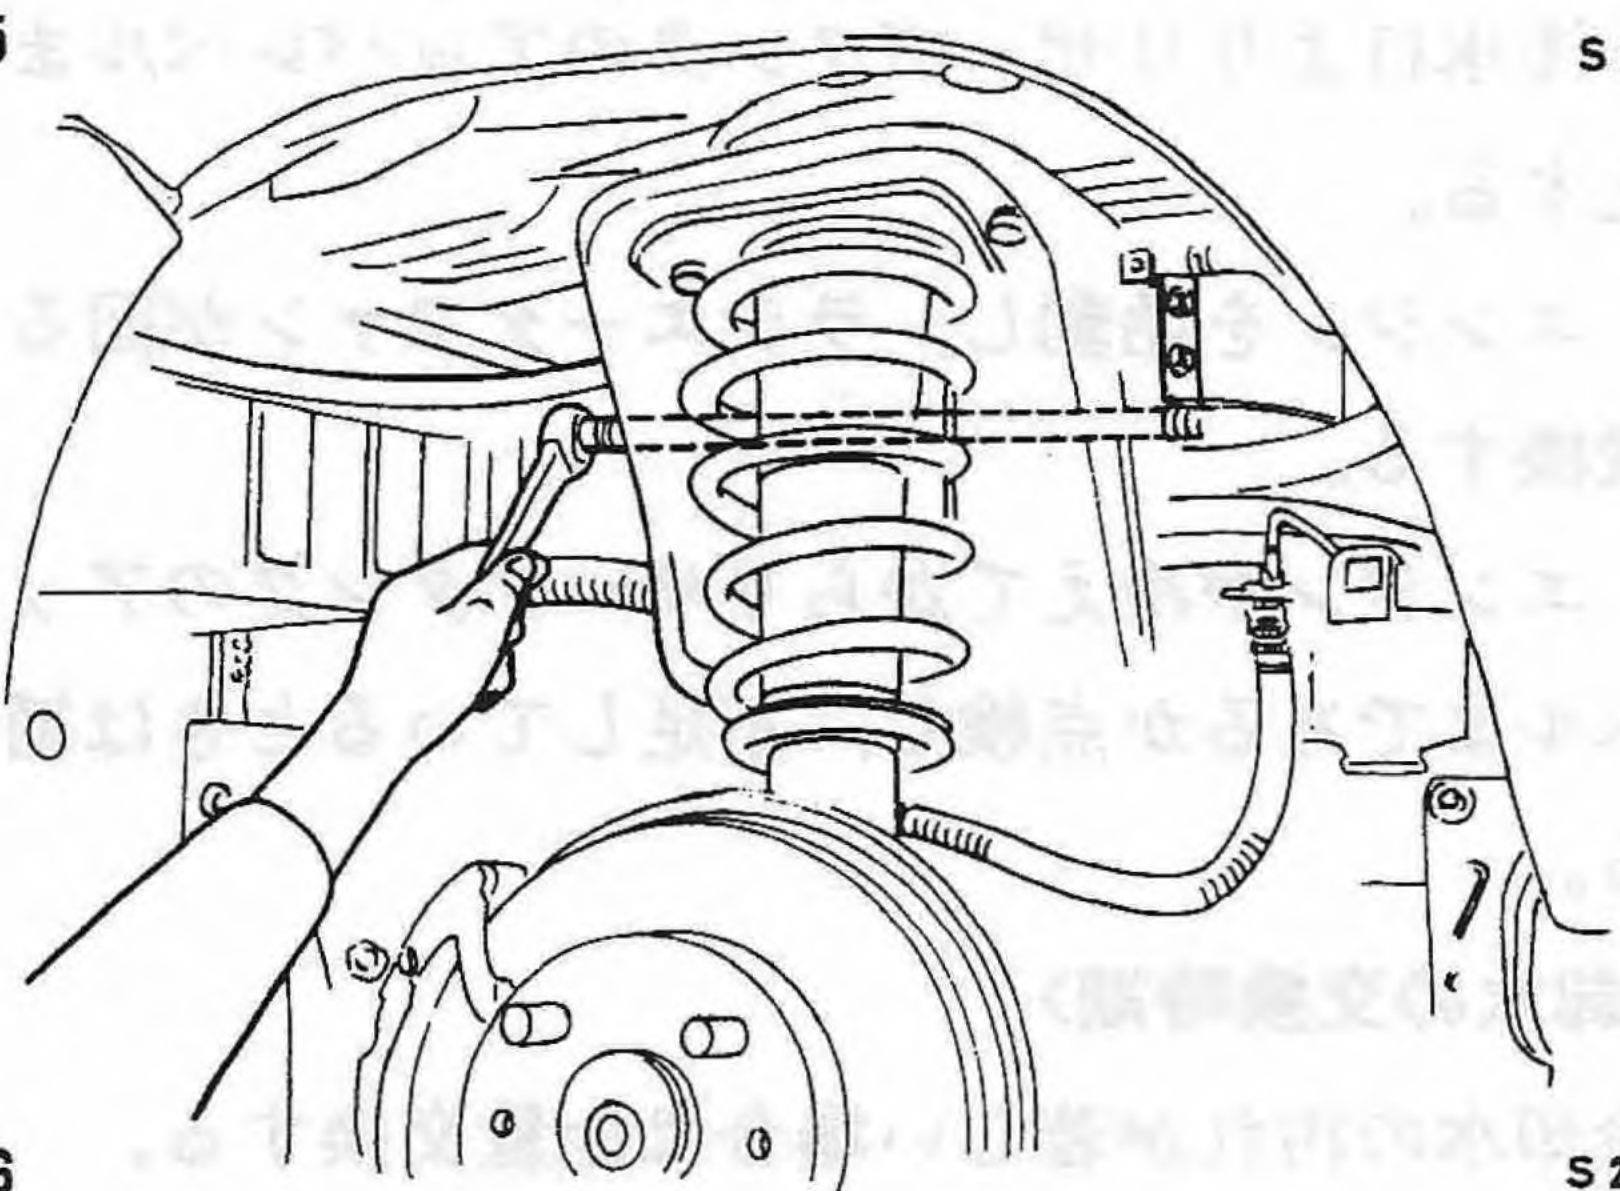

Fig. 6
- (1) バッテリー端子を外す。
- (2) ラジエータ電動ファンコネクタを分離する。
- (3) シュラウドの取付けボルト(4本)を外す。
- ・右上の取付けボルト(1本)は右前輪フェンダ内のプレートを外し、Fig. 6 の要領で行う。